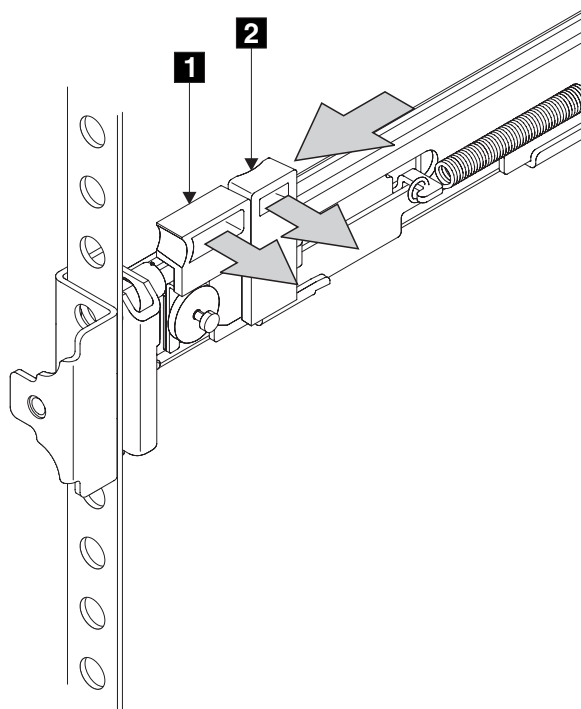

図 124. ラッチ・ロック・キャリア・アセンブリーを閉じる
8. ラッチ・ロック **2** (531 ページの図 124) をレールから押し出して、キャリアを解放します。ラッチ・ロック・キャリアがラックの前方向にスライドし、位置決めピンが、前部フランジの穴と前部レール・ブラケットの穴を通して突き出ます。